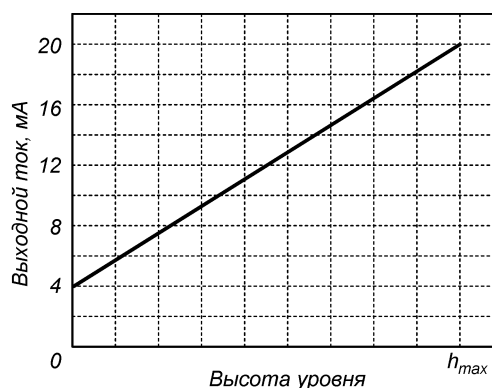

Рисунок 1.2 – Нормальная статическая характеристика ДУУ-340-xx-x-x-Txxx
– для ДУУ-340-xx-x-x-Txxx высота установки задана при изготовлении и записана в память ДУУ. НСХ имеет линейно возрастающую характеристику (рисунок 1.2):